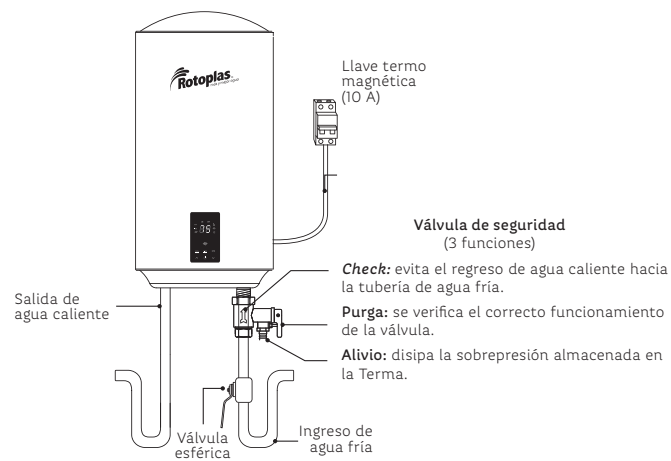

Figura 4a.
- Conecta el tubo de abasto flexible al punto de salida de agua caliente de la Terma (Figura 4a y 4b).